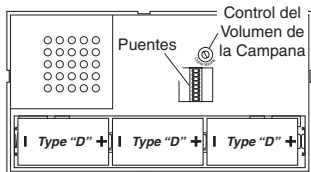

Figura 3 - Campana Interna
3. **Coloque las 3 pilas alcalinas “D”.** Asegúrese de que estén correctamente colocadas (vea la Figura 3).
5. **Ajuste del control del volumen.** Regule el control de volumen al nivel deseado (vea la Figura 3).
- Cambie las baterías (pilas) (vea la Figura 3).